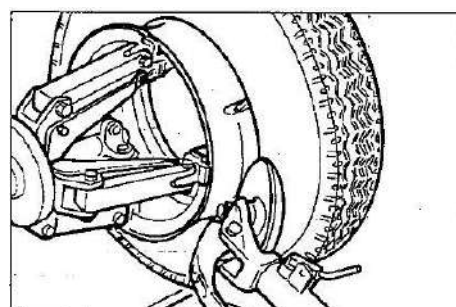

Рисунок 31
- 11) Поверните шпиндель и одновременно подведите ДИСК к борту шины, следуя контуру разъемного кольца, пока второй борт не будет снят с посадочного места (ПРИМЕЧАНИЕ: смазывайте во время этого процесса). Продолжайте перемещать ДИСК вперед, пока примерно половина шины не будет демонтирована с обода (см. Рисунок 31).